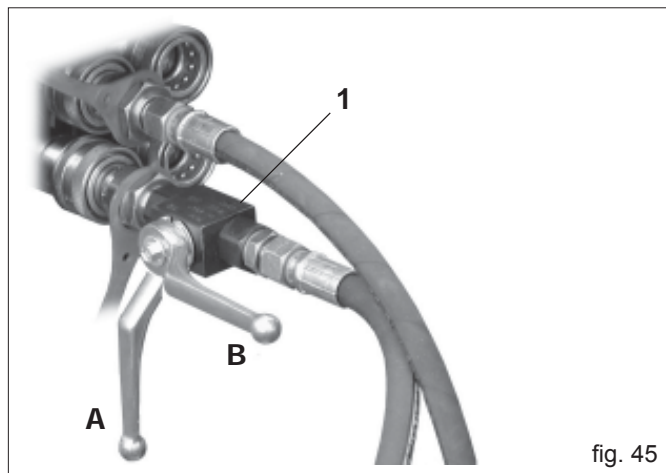

fig. 45
Le dispositif traceur est doté d'une vanne qui actionne alternativement les deux bras, réduisant l'emploi à un seul distributeur oléodynamique du tracteur. Le tube oléodynamique de refoulement est doté d'un robinet (1 Fig. 45) nécessaire pour exclure le fonctionnement du traceur. **Durant le transport sur route du semoir, la poignée du robinet doit être sur (A Fig. 45), pour éviter l'ouverture accidentelle du traceur,** et vice versa sur B durant le travail.
- 5) Avant d'actionner le dispositif traceur, poser le semoir au sol et positionner le levier du robinet sur (B) Fig. 45.
- 8) Positionner le levier du robinet sur (A) Fig. 45.